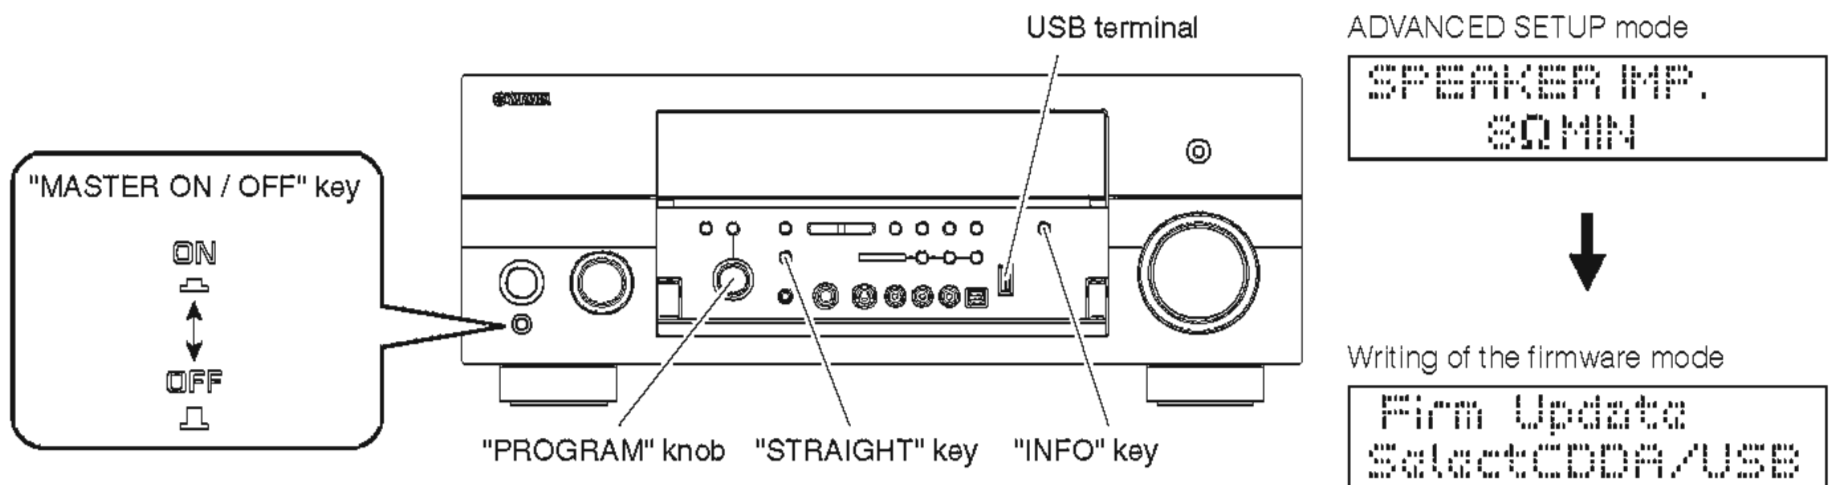

Fig. 4
4. Press the "MASTER ON/OFF" key of this unit while simultaneously pressing the "STRAIGHT" key of this unit. Then the ADVANCED SETUP mode is activated. (Fig. 4)
4. 本機の "STRAIGHT" キーを押しながら、"MASTER ON/OFF" キーを押し、アドバンスドセットアップを起動します。(Fig. 4)
5. Press and hold the "INFO" key of this unit for about 3 seconds. (Fig. 4)
Writing of the firmware is started. (Fig. 4)
7. Press the "INFO" key of this unit. (Fig. 4)
8. Insert the USB flash memory to the USB terminal of this unit. (Fig. 4)
5. 本機の "INFO" キーを約 3 秒間押し続けます。(Fig. 4)
ファームウェアの書き込みが起動します。(Fig. 4)
7. 本機の "INFO" キーを押します。(Fig. 4)
8. 本機の USB 端子に USB フラッシュメモリーを差し込みます。(Fig. 4)